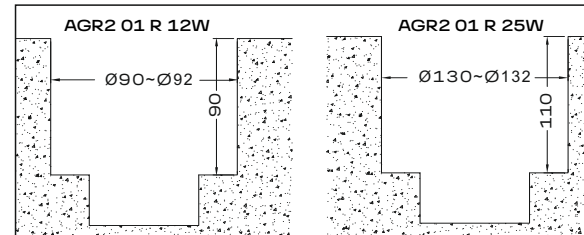

Рис. 1
- Подготовьте отверстие в грунте для установки осветительного прибора (рис. 1). Обязательно подготовьте дренажную систему в виде гравия толщиной более 25 см, осветительный прибор не должен находиться погруженным в воду более 30 минут. Обязательно предусмотрите место для монтажа распределительной коробки (в комплект поставки не входит) для подключения осветительного прибора.